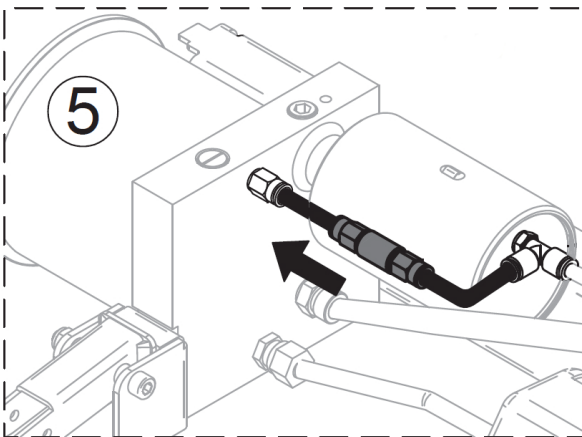

Abb. 19: Pneumatikverschlauchung
Schritt 5: Montieren Sie die Verschlauchung für die Pneumatikverschlauchung (Abb. 19).